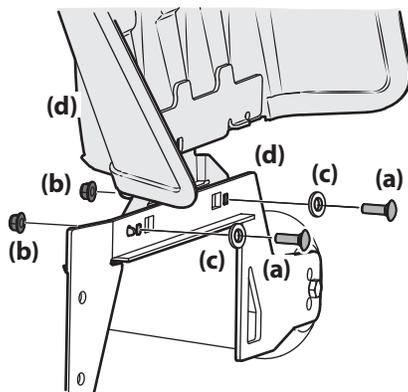

Figure 2-5
- Retirez les boulons de carrosserie (a), les écrous autobloquants à bride (b) et les rondelles plates (c) du support de montage (d) sur le plateau de coupe. Voir Figure 2-5.
- Utilisez la quincaillerie retirée à l'étape précédente pour installer le déflecteur d'éjection sur le plateau de coupe. Voir Figure 2-5.